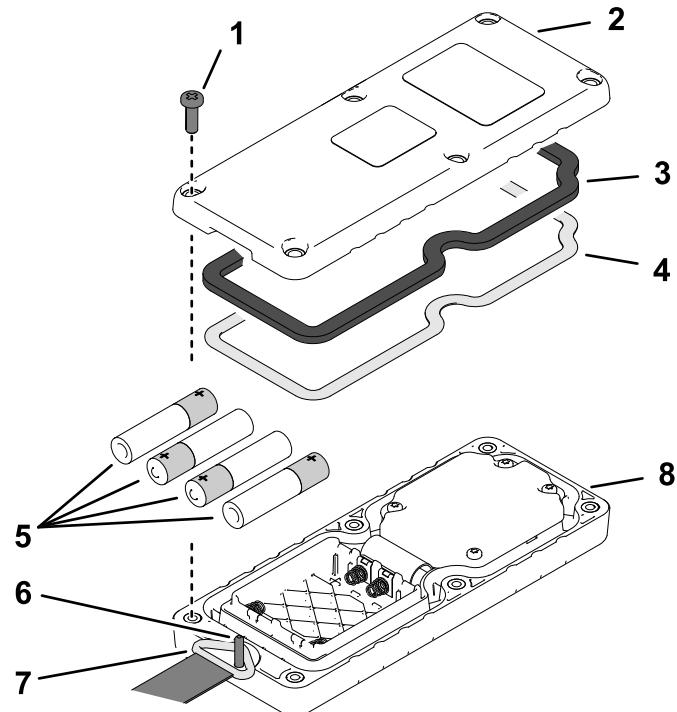

Figura 7
1. Retire os 6 parafusos que fixam as metades da tampa do comando remoto em conjunto, e retire a tampa traseira (Figura 7).
- Assegure-se de que a junta de aço e o vedante de borracha (Figura 7) estão instalados no canal na metade da cobertura frontal.
- Alinhe o anel do cordão sobre o pino de cordão (Figura 7).
- Monte a cobertura traseira na cobertura frontal com seis parafusos (Figura 7).